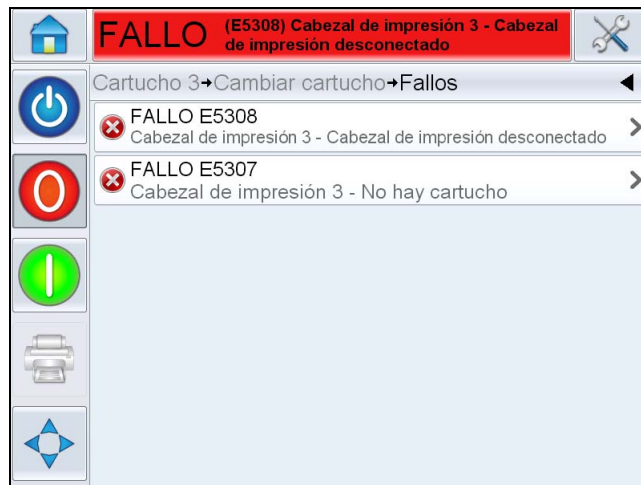

Figura 8-2: Selección de fallos
- 1 Toque el mensaje de FALLO rojo para ver la lista de fallos (consulte la Figura 8-2 en la página 8-3).